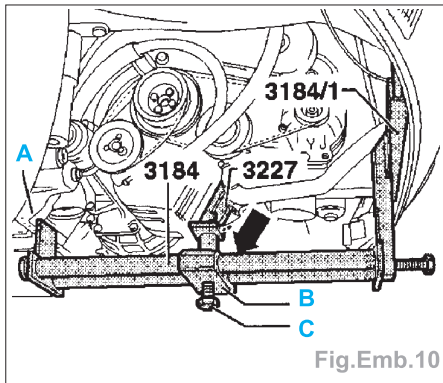

Fig.Emb.10
- Accrocher le dispositif de maintien (outil 3184) dans le support auxiliaire (outil 3184/1) et dans le berceau (A), puis visser la broche (C) dans l'alésage du support-moteur (3227 ou 3230) (Fig.Emb.10).